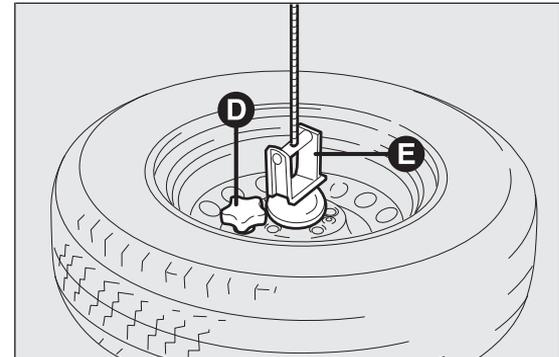

Abb. 174
- schrauben Sie den Halteknopf D Abb. 174 und befreien Sie das Rad, indem Sie es aus der Halterung E herausziehen.
- das ausgewechselte Rad nehmen, an der Halterung E Abb. 174 befestigen und den Knopf D festziehen;